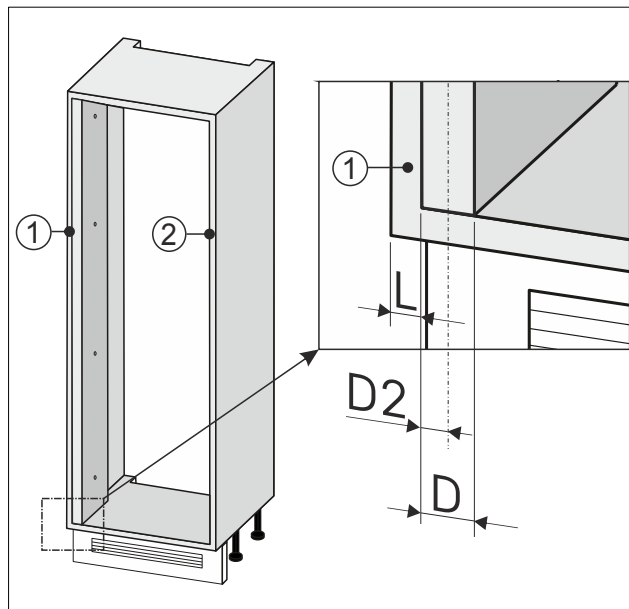

Fig. 91
- Запишіть половину ширину Fig. 91 (D2) рівняльника стіни.